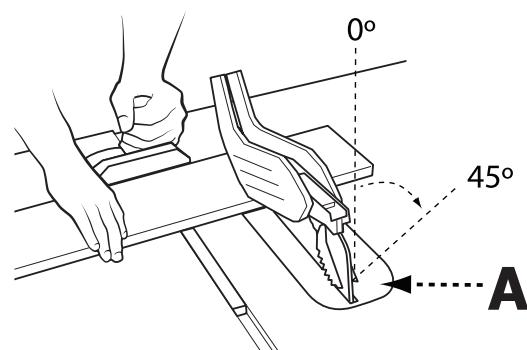

FIGURE 26
### POUR EFFECTUER UNE COUPE TRANSVERSALE, CONSULTEZ LA FIGURE 26 ET SUIVEZ CETTE PROCÉDURE :
Les coupes transversales d'onglet sont pareilles aux coupes transversales sauf que l'angle de l'onglet (B) est réglé à un angle autre que  $90^\circ$  (figure 26).